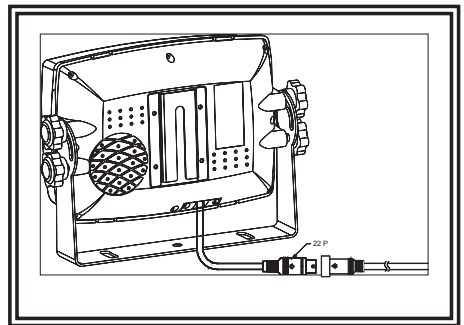

Figura 4
3. Coloque el parasol y conecte el monitor con el cable de conversión de AV y alimentación (figura 4).